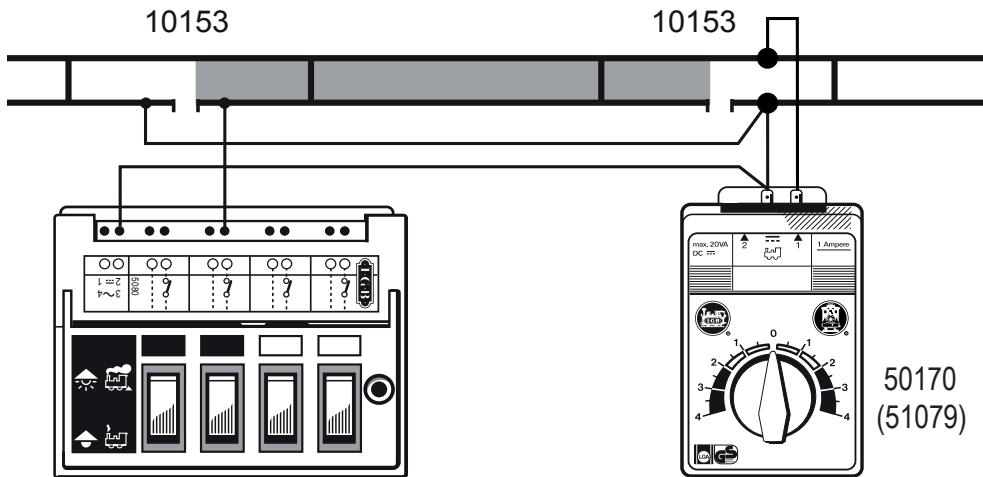

Bild 2, Ill. 2, Fig. 2, Afb. 2, Fig. 2, Figura 2
- Mit zwei Unterbrechergleisen (10153), einem LGB-Schaltpult (51805) und einem LGB-Fahrregler können Sie einen isolierten Streckenabschnitt bauen. Dann können Sie eine Lok in diesem Abschnitt anhalten, während ein andere Lok weiterfährt (*Bild 2*).
- À l'aide de deux voies de rupture (10153), d'un pupitre de commande (51805) et d'une Commande LGB, vous pouvez constituer une section de ligne isolée. A présent, vous pouvez mettre une locomotive à l'arrêt dans cette section de ligne, pendant qu'une autre continue de rouler (*Fig. 2*).
- Met twee onderbrekingsrails (10153), een LGB schakelkastje (51805) en een LGB rijregelaar kunt u een geïsoleerde sectie opbouwen. Het is dan mogelijk om binnen deze sectie een loc te laten stoppen terwijl een andere loc doorrijdt (afb. 2).
- Puede construir un cantón de vía aislado con dos vías interruptoras (10153), un pupitre de conmutación LGB (51805) y un regulador de marcha LGB. A continuación, puede detener una locomotora en este cantón mientras otra continúa la marcha (Fig. 2).